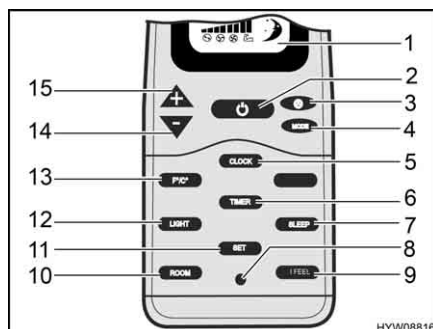
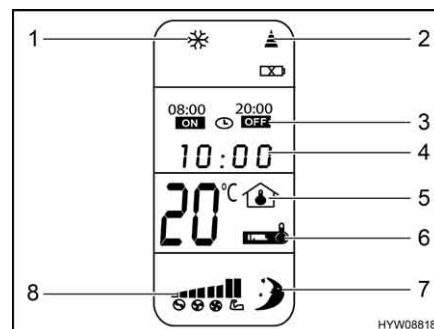

Fig. 81 Telecomando (impianto di climatizzazione)
Fig. 82 Display digitale (telecomando)
- Se l'impianto di climatizzazione è in modalità standby: Premere il tasto On/Off (Fig. 81,2) sul telecomando.
- Premere il tasto On/Off (Fig. 81,2) sul telecomando. L'impianto di climatizzazione passa in modalità standby.
- Premere il tasto invio (Fig. 81,11) sull'unità a soffitto. Le impostazioni vengono trasmesse tutte insieme all'impianto di climatizzazione e la ricezione è confermata dall'emissione di un segnale acustico.
- Premere il tasto ora (Fig. 81,5) finché l'indicazione dell'ora (Fig. 82,4) lampeggia.
- Impostare l'ora attuale con i tasti "+" (Fig. 81,15) e "-" (Fig. 81,14).